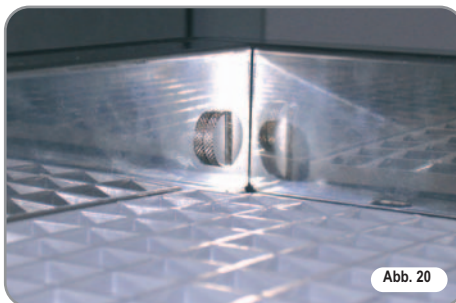

Abb. 20
- die beiden oberen Schrauben lösen (Abb. 20);